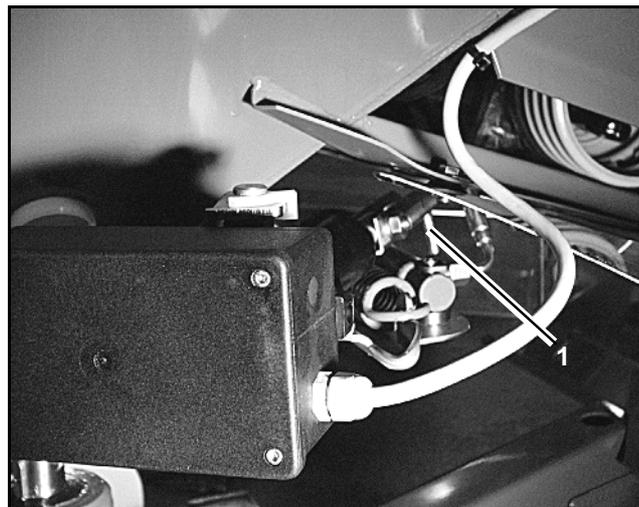

Fig. 7
**Agganciare l'alberino di regolazione sganciato (Fig. 7/1) con i fissaggi per evitare che possa muoversi all'interno dell'area operativa dei pistoni idraulici.**